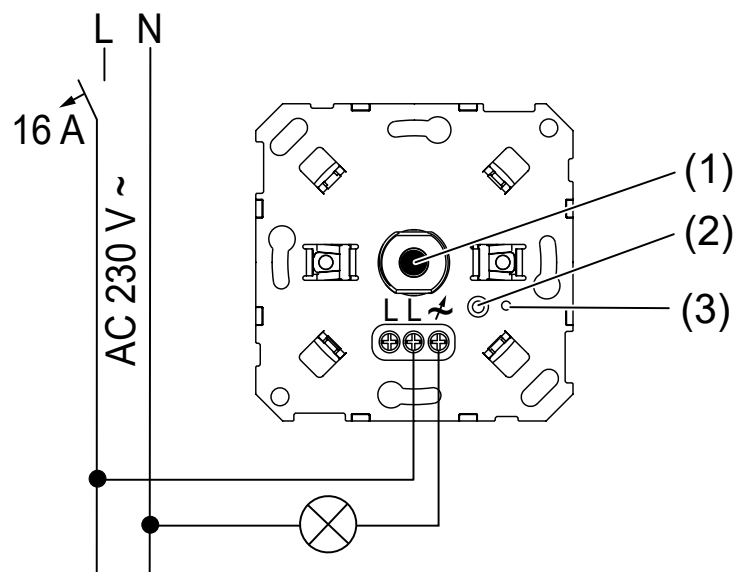

Figura 1: Schema di collegamento
- (1) Asse di rotazione
- (2) Tasto Prog.
- (3) LED di stato
- (4) Invertitore
- Collegare il dimmer come indicato nello schema di collegamento (Vedi figura 1).